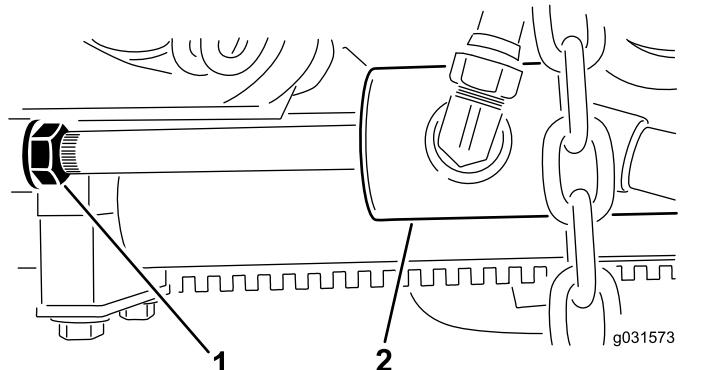

Figura 14
- A. Allentate il controdado sul cilindro (Figura 14).